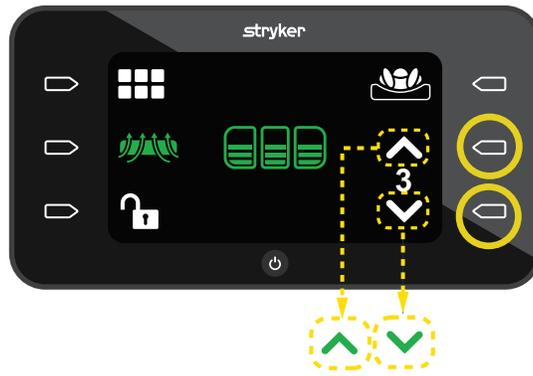

Figure 31 – Mode statique activé
3. Appuyer sur le bouton d'**action** en regard de l'icône d'**augmentation** ou de **diminution** pour augmenter ou diminuer le niveau de pression statique de 1 à 5 (Figure 31).